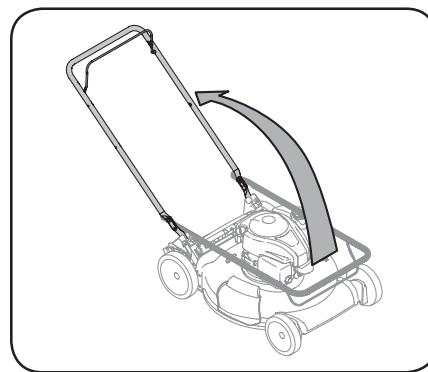

Figura 2-6
6. La guía de la cuerda está unida al costado derecho de la manija superior. Afloje la perilla de aleta (a) que sujetla la guía de la cuerda. Consulte la Figura 2-6.